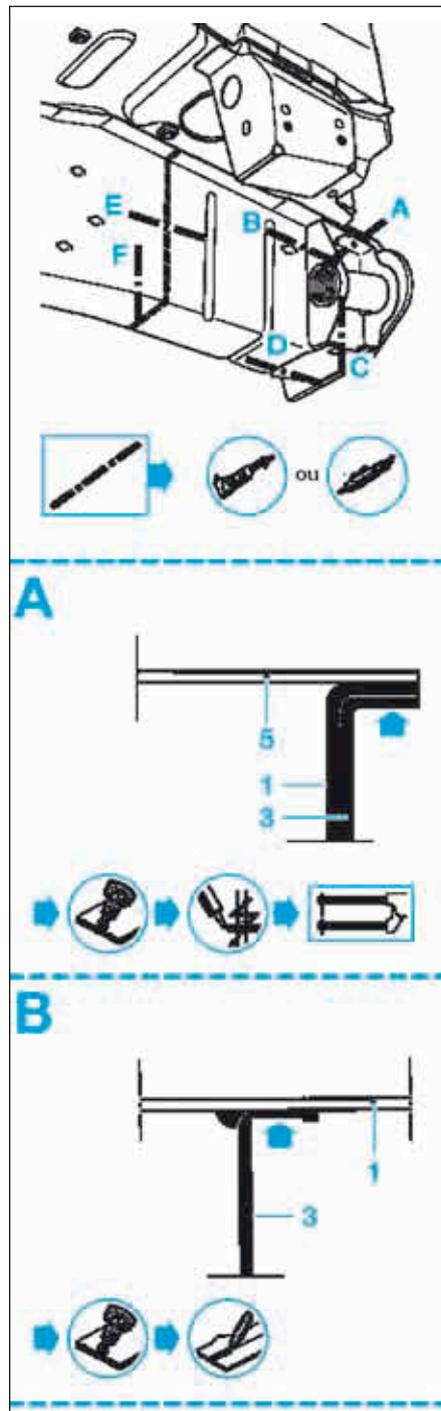

FIG.6
- Percer avec un foret pour un soudage ultérieur par points (Fig.6).